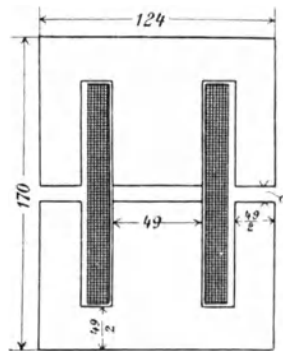

Fig. 121.
266. Die Drosselspule der Aufgabe 252 besteht aus einem aus Blechen zusammengesetzten Eisenkern mit den in Fig. 121 angegebenen Dimensionen. Die Abmessung senkrecht zur Papierebene beträgt 49 mm. Der Kern ist mit 400 [300] (200) Windungen bedeckt. Gesucht wird: